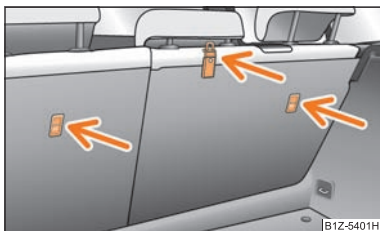

Fig. 110 Sedile posteriore: Top Tether
⇒ fig. 110.
- Fissare il seggiolino con il sistema "Top Tether" nei punti appositamente previsti ⇒ fig. 110.